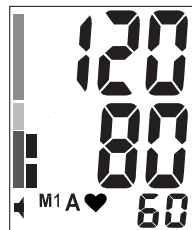
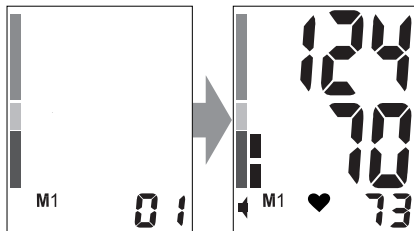

РИС.11
РИС.12
3. Просмотреть содержимое памяти прибора Вы можете, нажав кнопку M1 или M2. При первом нажатии кнопки M1 (или M2) на экране появится среднее значение 3-х последних измерений, сохраненных в память M1 (или M2), обозначенная символом «A» (рис. 11). При повторном нажатии кнопки M1 (или M2) на экране появится индикатор выбранной памяти M1 (или M2) и номер ячейки памяти, а через 1 секунду отображается ее содержимое (рис. 12), продублированное голосовым сопровождением. Каждое нажатие кнопки M1 (или M2) вызывает переход к следующей ячейке памяти.